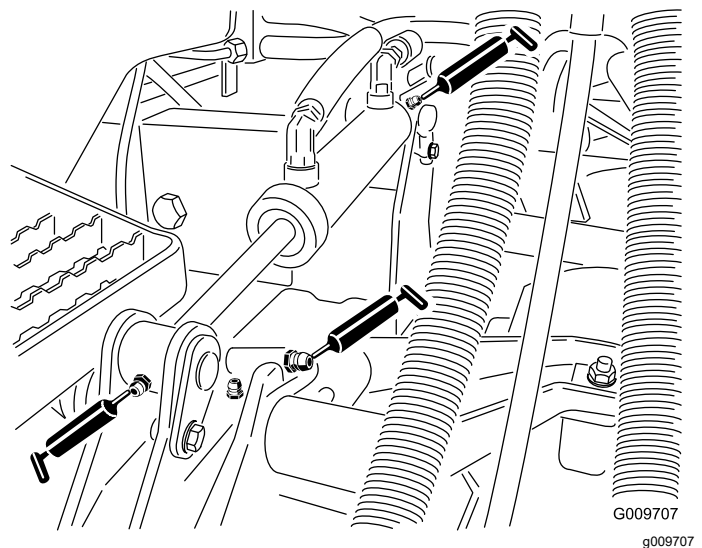

Figura 84
- Casquillos de brazo de elevación (1 por unidad de corte) tal y como se muestra en la Figura 84
- Casquillos de cilindro de elevación (2 por unidad de corte) tal y como se muestra en la Figura 84